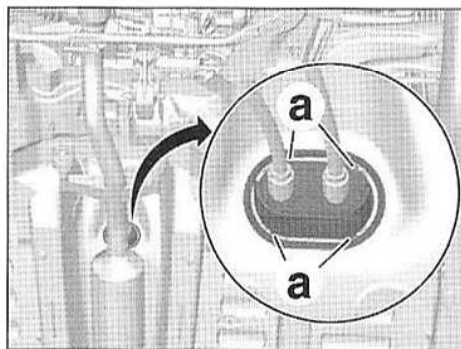

FIG.16
- Déclipper les câbles de commande et de sélection des vitesses en (a) (Fig.16).